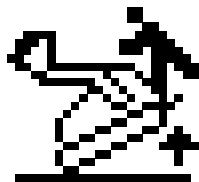

Figura 32
Cuando se extienden los brazos de carga a su alcance máximo para la altura del brazo y el peso de la carga, el InfoCenter muestra el icono Smart Load (Figura 32); el indicador parpadea, la alarma suena y los brazos dejan de extenderse.
4. Utilice herramientas manuales para girar las fijaciones en sentido horario hasta que el freno esté libre o hasta que no pueda girar más el tornillo (Figura 32).